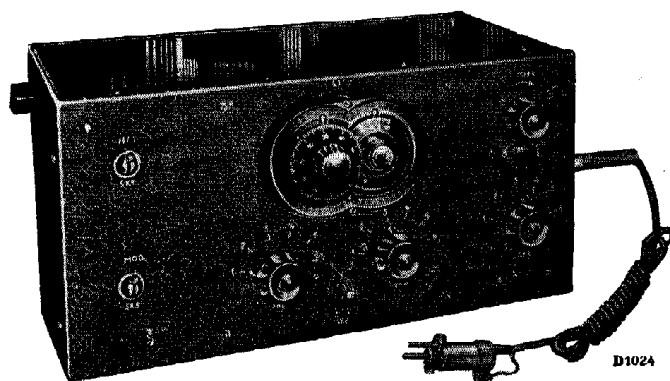

Fig. 1
1. Un oscillateur Service, (4028C ou G.M. 2880 fig. 1).